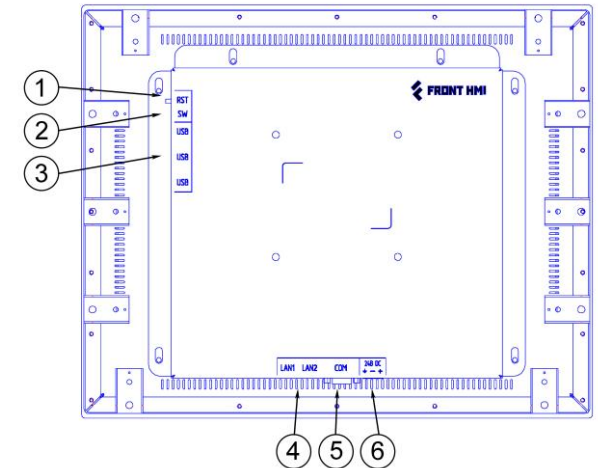

Рисунок 4 – Внешний вид тыльной стороны устройства
Примечание: При некорректной работе или зависании панели следует использовать аппаратный сброс устройства, кнопка (1) которого расположена на боковой части прибора (Рис.4). Кнопку сброса следует нажимать пластиковым штоком из комплекта поставки или любым другим неметаллическим предметом подходящего диаметра. После нажатия сброса при наличии внешнего питания панель перезагрузится, в противном случае – выключится.
Таблица 4 - Режимы DIP переключателя (2) на боковой панели (Рис.4)